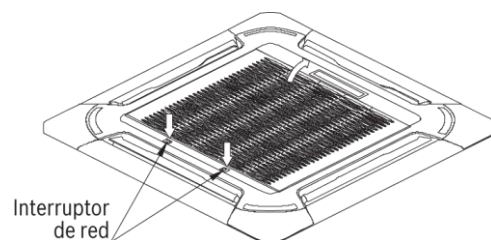

Fig. 1-7
- Colocar dos interruptores de rejillas hacia el centro y tirar de ellas. (véase fig. 1-7)